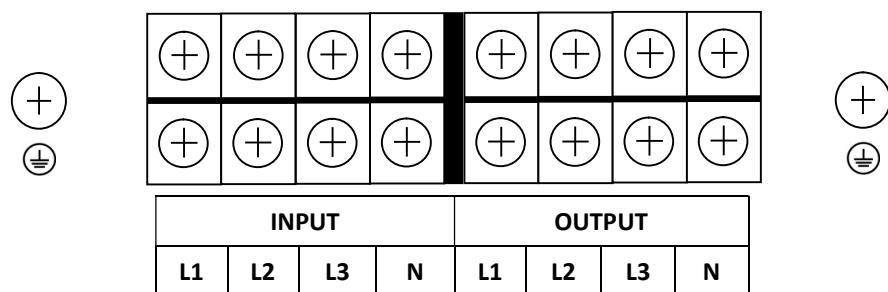

Figura 9 - Morsettiera d'Ingresso/Uscita per Stabilizzatori Trifase
- 2.1. Togliere/aprire il pannello metallico di accesso alla morsettiera. La morsettiera d'Ingresso/Uscita è illustrata in figura 9. Tutti i cavi devono arrivare alla morsettiera entrando dagli appositi fori sullo stabilizzatore. Nei modelli con potenza superiore a 75 KVA la morsettiera è dietro la portella laterale.
- 2.2. Procedere al collegamento della linea d'Ingresso AC INPUT (FASE 1, FASE 2, FASE 3, NEUTRO e TERRA), facendo attenzione alla corretta polarità e alla corrispondenza con la figura 9, come spiegato sotto:
- 2.3. Collegare la linea d'Uscita AC OUTPUT (FASE 1, FASE 2, FASE 3, NEUTRO e TERRA), facendo attenzione alla corretta polarità e alla corrispondenza con la figura 9, come spiegato sotto: